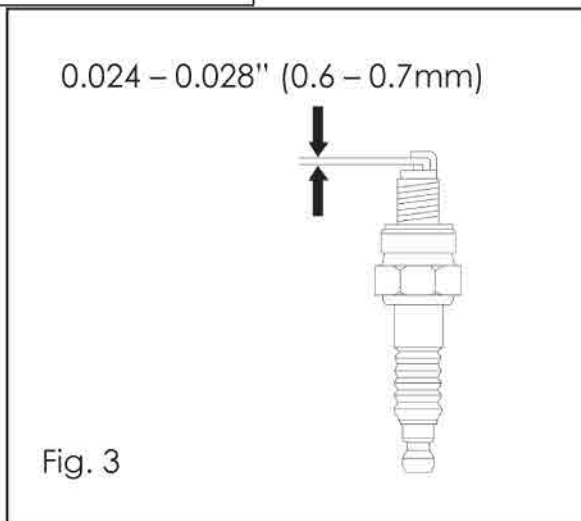

Fig. 3
- Deje que el elemento filtrante se seque completamente. Una vez seco, aplicar una gota de motor aceite al elemento filtrante. Apriete el elemento (Fig. 3) para distribuir el aceite por todas partes
- 4.Utilice una bujía para medir el espacio entre bujías (Fig. 3). El espacio debe medir 0.024 – 0.028 "(0.6 – 0.7 mm). Puede ajustar el espacio ajustando el electrodo lateral.
6. Vierta 0.5 onzas (15 ml) de aceite nuevo en la cámara de combustión. Gire lentamente el motor tirando de la manija de arranque por cuerda (Fig. 3) dos veces para distribuir el aceite y cubrir el cilindro. Enrosque y apriete la bujía una vez finalizado.